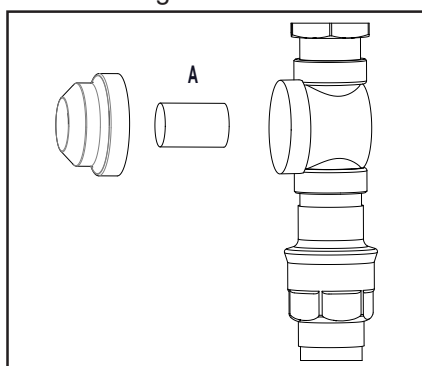

Fig. 2 110002117
Une installation typique de propulseur de plancher est montrée dans fig. 2
5. Retirer le filtre (A, Fig.2) et placez-le dans une solution de détartrage.